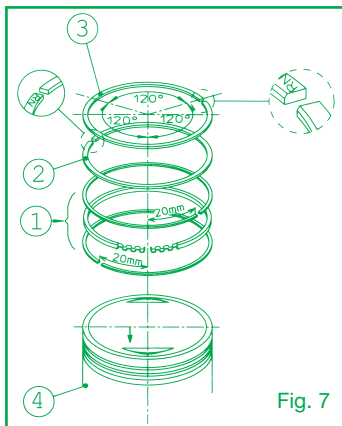

Fig. 7
- Introduire l'expandeur du segment racleur d'huile dans la gorge spéciale sur le piston, monter l'élément inférieur, puis l'élément supérieur complétant le montage du racleur d'huile (Fig. 7 - Pc. 1).
- Monter le deuxième segment avec l'inscription N orientée vers la partie supérieure du piston comme indiqué dans la Fig. 7 - Pc. 2.
- Insérer le premier segment de compression avec l'inscription N orientée vers la partie supérieure du piston comme indiqué dans la Fig. 7 - Pc. 3.
- Mettre en place les segments comme indiqué dans la Fig. 7.
- Mettre en place le piston sur la bielle et introduire le nouvel axe. S'assurer que la flèche gravée sur le ciel du piston est tournée côté échappement (Fig. 7 - Pc 4) ou bien que les repères « IN » et « EX » sont respectivement orientés côté admission (IN) et côté échappement « EX ».
- Vérifier à nouveau que les segments sont bien positionnés comme indiqué en Fig. 7.